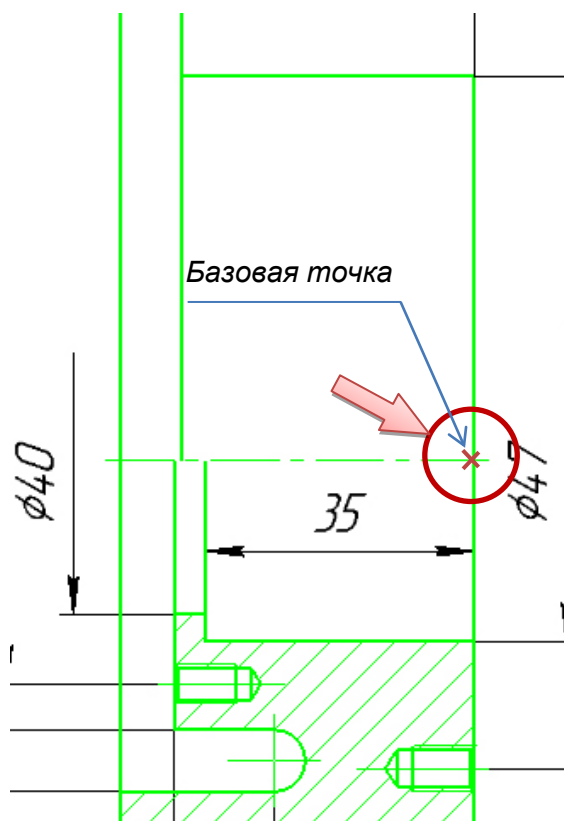

Рис. 2.8. Базовая точка для копирования детали «Корпус»
- Укажите точку пересечения торца корпуса с осью в качестве базовой точки копирования (рис. 2.8).